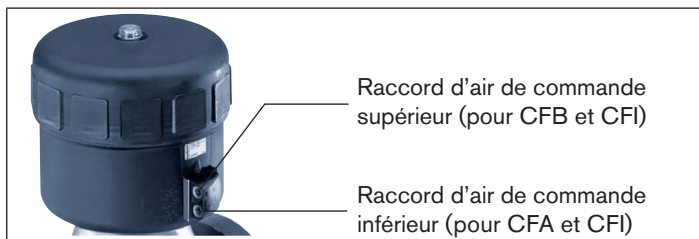

Fig. 7 : Raccord d'air de commande
- Appliquer de l'air comprimé au raccord d'air de commande inférieur (valeur, voir la plaque signalétique) (voir « Fig. 7 : Raccord d'air de commande »). Cela est nécessaire pour que la membrane se détache du corps sans être endommagée.
- Appliquer de l'air comprimé au raccord d'air de commande inférieur (valeur, voir la plaque signalétique) (voir « Fig. 7 : Raccord d'air de commande »).
- Appliquer de l'air comprimé au raccord d'air de commande supérieur (valeur, voir ci-après la « Fig. 7 : Raccord d'air de commande »).
→ Raccorder le fluide de commande au niveau des raccords supérieur et inférieur (voir « Fig. 7 : Raccord d'air de commande »).